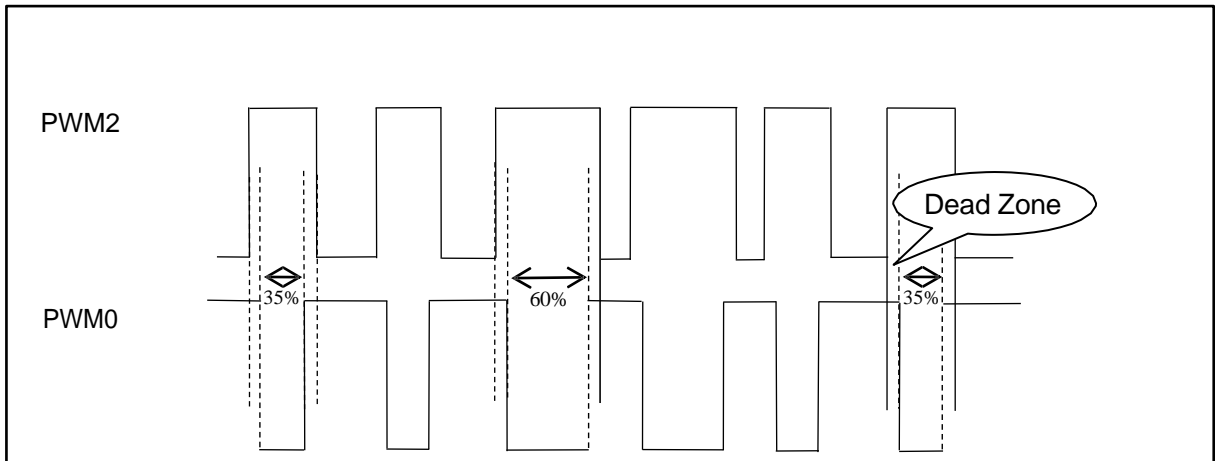

图 17：两路互补 PWM 波形
2. 切换占空比时对应的 PWM0/PWM2 波形如图 17。